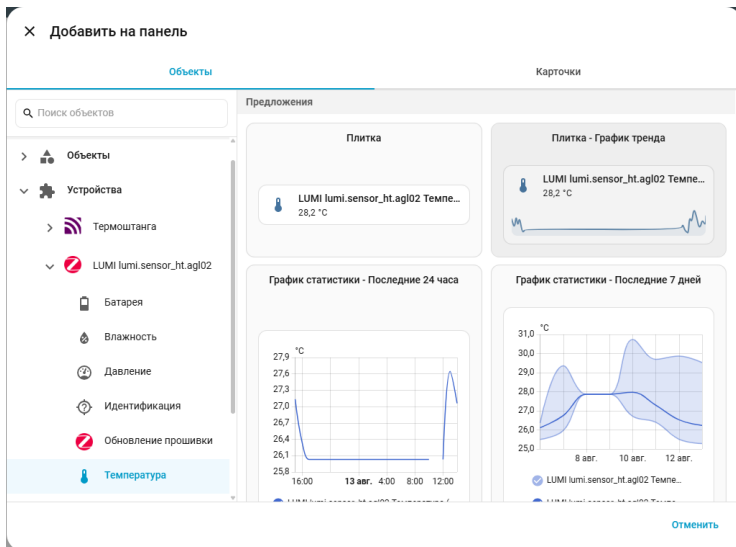

Рис. 5.6. Окно выбора добавляемого объекта и вида плитки отображения
8. Выберем «Устройства» → Термометр → «Температура» → «Плитка – График тренда» (рис. 5.6).